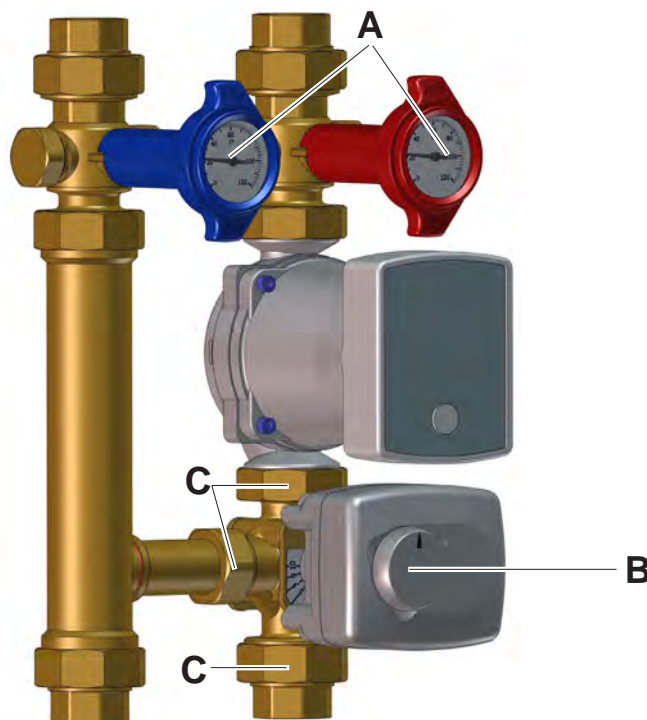

Abb. 9: 3-Wege-Mischer demontieren
- Öffnen Sie **langsam** die Kugelhähne (Pos. A, Abb. 9 auf Seite 14) durch Drehen des Thermometergriffs (siehe „Thermometergriffstellungen“ auf Seite 11).